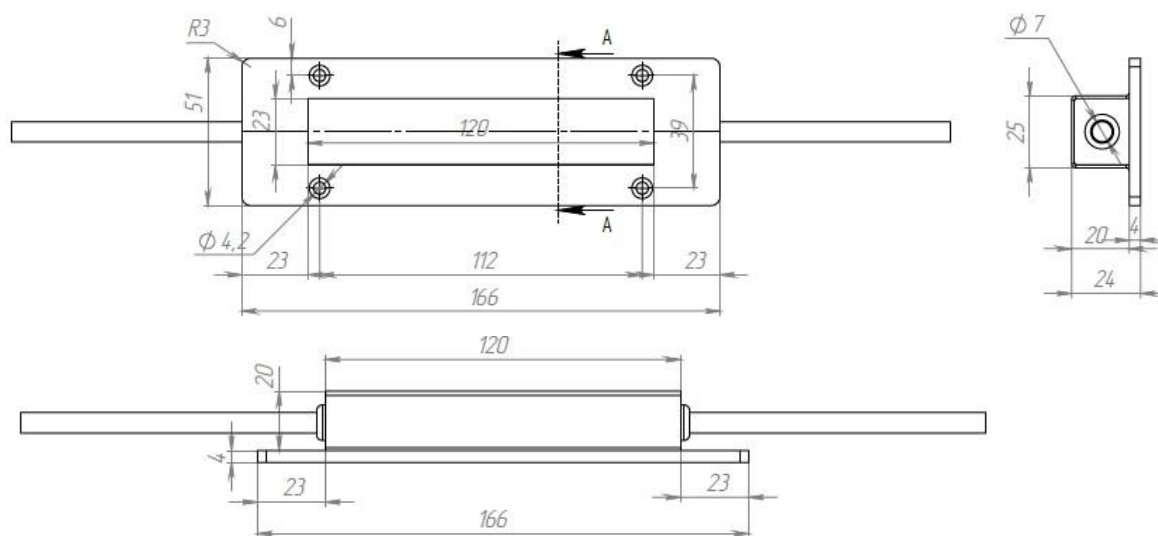

Рис. 1.
2.3. Габаритные размеры для встраивания светильника в перила прямоугольного сечения показаны на рис. 1.